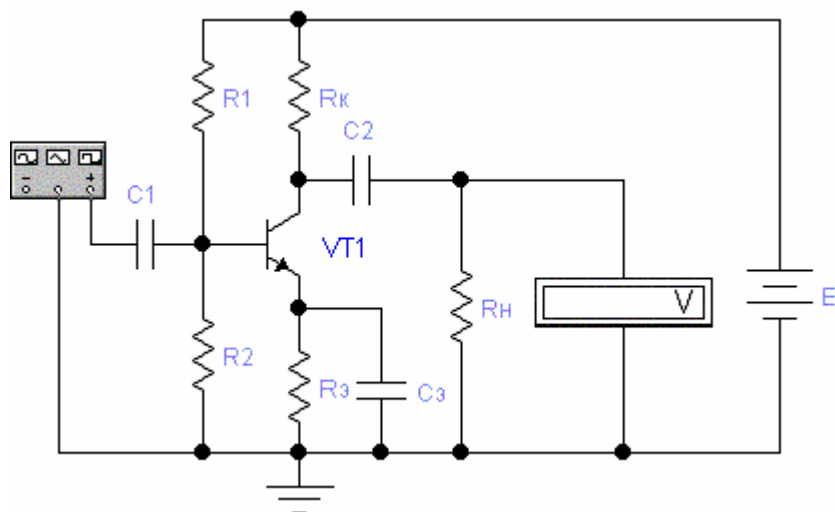

Рисунок 1
1.1 Для схемы усилительного каскада ОЭ (рисунок 1) и указанных параметров элементов предварительно рассчитать значение резистора R1 при условии $U_k = 0,5E$. Рассчитать рабочий режим транзистора ($I_k, U_{кэ}, I_б$).